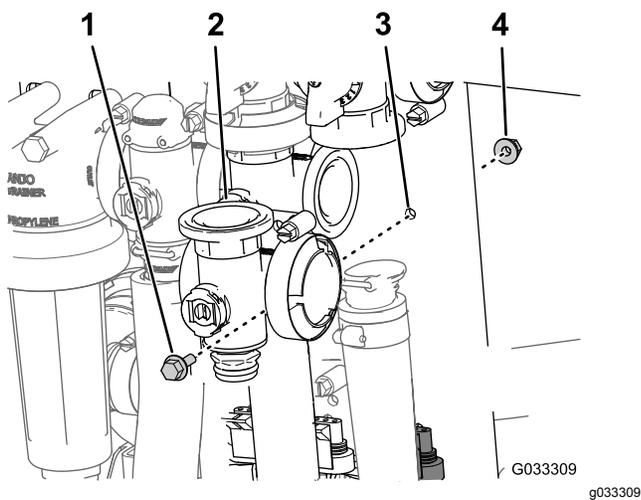

Figura 67
3. Rimuovete il bullone a testa flangiata e il dado di bloccaggio flangiato che fissano la valvola principale delle barre al supporto della valvola e rimuovete il collettore della valvola dalla macchina (Figura 67).